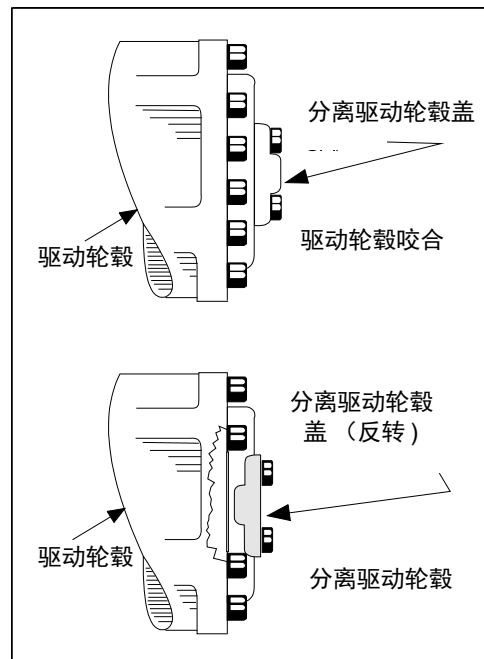

图 4-5. 分离驱动轮毂
3. 反向旋转驱动轮毂盖以分离驱动轮毂。参见图 4-5.，分离驱动轮毂。